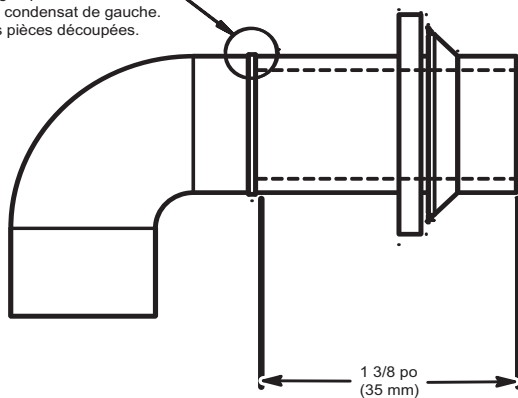

Figure 16 – Modification du coude d'évacuation en caoutchouc
3. Le tuyau en Z est raccordé au siphon de condensat et à l'extérieur de la chaudière en modifiant le coude d'évacuation préformé en caoutchouc conformément à la fig. 16.
4. Retirez l'œillet formé du coude d'évacuation en caoutchouc en coupant le coude le long de la ligne verticale qui se trouve à environ 35 mm (1 3/8 po) de l'œillet formé. Consultez la figure 16. **NE JETEZ NI L'ŒILLET NI LE COUDE EN CAOUTCHOUC.** Ces deux pièces seront réutilisées.
CONSEILS D'ENTREPRENEURS : Lors de l'installation de la chaudière en position horizontale, utilisez le coude d'évacuation en entier, c'est-à-dire que vous ne devez **PAS** le couper conformément à la fig. 16 pour raccorder le siphon à la conduite d'évacuation. Vous empêcherez ainsi que les secousses et les chocs de la conduite d'évacuation n'endommagent le siphon de la chaudière. Évitez tout mauvais alignement du tuyau d'évacuation, car cela pourrait causer des déformations au coude.